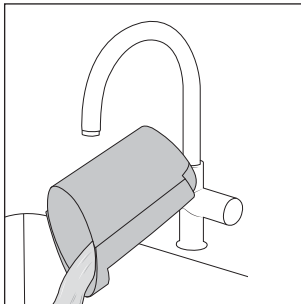

Abb. 22
- ♦ Schütten Sie das Schmutzwasser und den Schmutz aus (siehe Abb. 22).